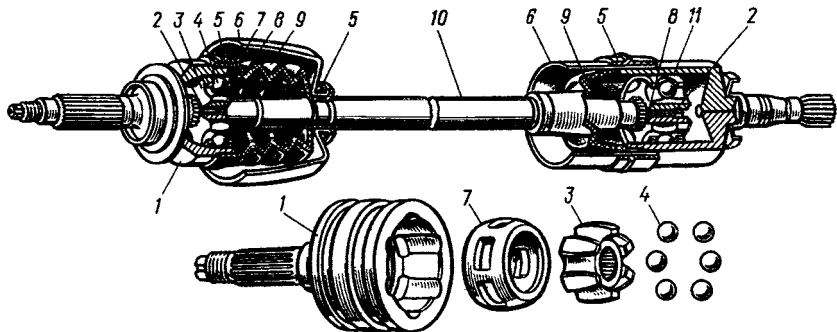
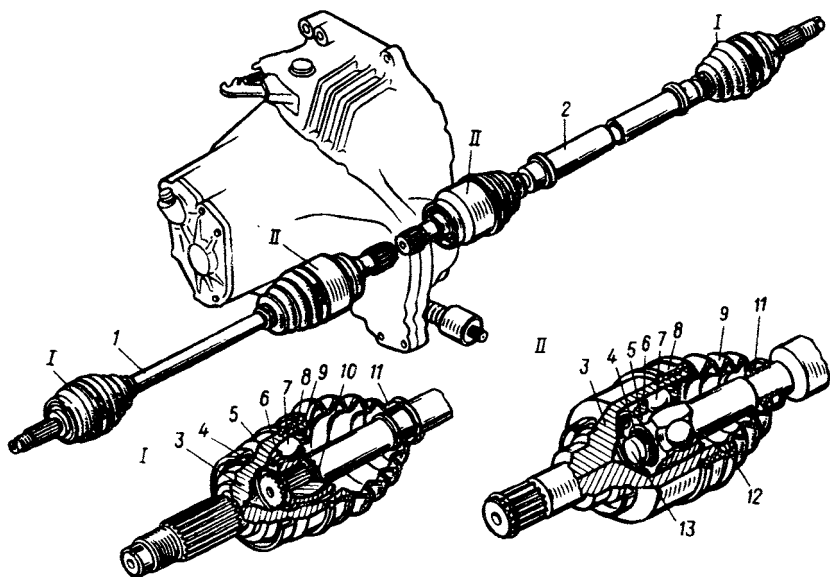

Рис. 22. Привод передних колес автомобиля ВАЗ-2121:
Рис. 23. Привод передних колес автомобилей ВАЗ-2108, -2109:
1. Износ деталей наружного или внутреннего шарниров привода. Заменить неисправные шарниры I и II (рис. 22) или вышедшие из строя шарниры I и II (рис. 23) привода колес новыми.
2. Деформация валов привода колес. Выправить валы 10 (см. рис. 22) или валы 1 и 2 (см. рис. 23) привода колес новыми.
Утечка смазочного материала из шарниров привода. Повреждение или разрыв защитных чехлов шарниров привода. Заменить смазочный материал в шарнирах и вышедшие из строя чехлы 9 (см. рис. 22 и 23) наружного или внутреннего шарниров привода передних колес.